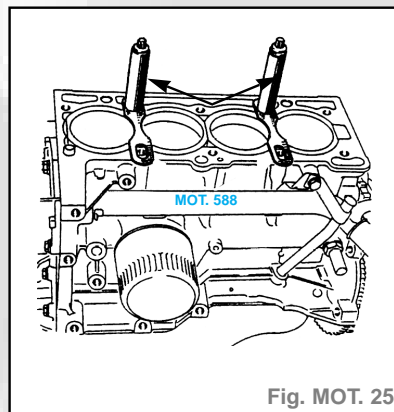

Fig. MOT. 25
- Mettre les brides de maintien des chemises **MOT. 588** (fig. MOT. 25)